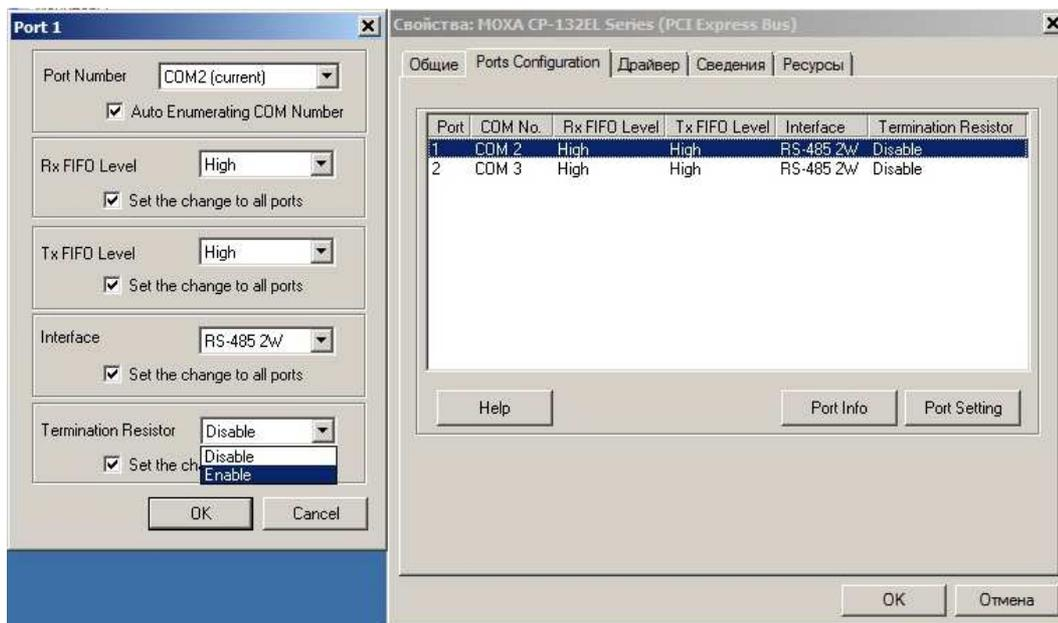

Рис. 8.27
• выберите «Port 1», затем нажмите на кнопку «Port Setting», откроется окно с настройками порта (см. Рис. 8.27);